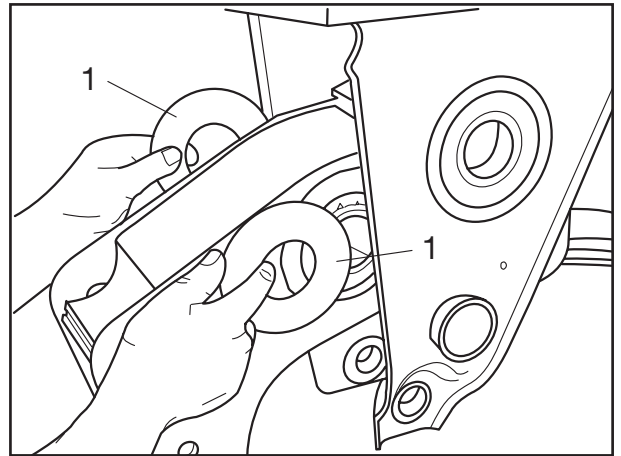

Fig. 13
- [25] Ringe (Fig. 13/1) (falls vorhanden) beidseitig mit Fett einstreichen und am Pendelarm ansetzen. Pendelarm mit Ringen (Fig. 13/1) in die Stütze einsetzen.
[25] Grease rings (Fig. 13/1) (if available) on both sides and place on equalizing beam. Insert equalizing beam with rings (Fig. 13/1) into the support.
[25] Graisser les bagues (fig. 13/1) (si elles existent) des deux côtés et les monter sur le balancier. Insérer le balancier avec les bagues (fig. 13/1) dans le support.